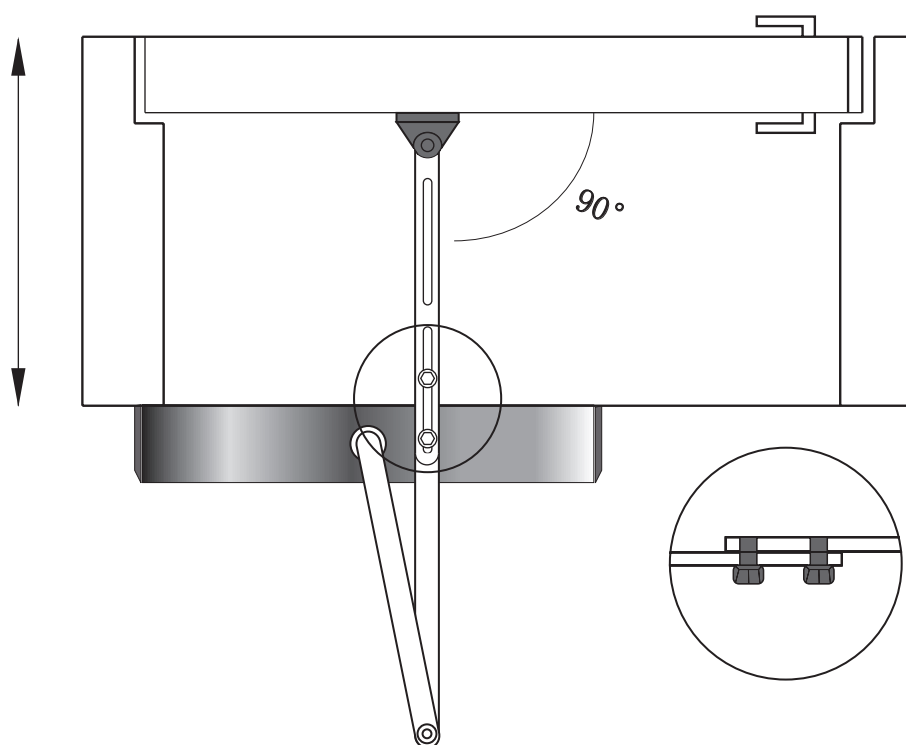

Рис. 12
Отрегулируйте длину тяги двумя винтами в соответствии с глубиной коробки двери (L), (рис. 12).